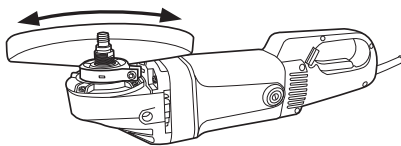

Abb.13
1. Lösen Sie die Feststellschraube (11) mit dem Innensechskantschlüssel (15) so weit, dass Sie die Schutzhaube einfach bewegen können.
2. Stellen Sie die Schutzhaube in die passende Position (Abb. 13 und 14).